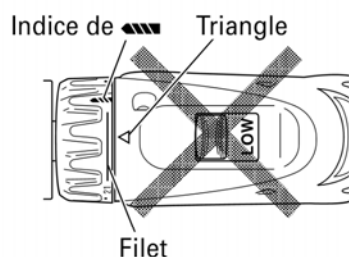

Fig. 10
- N'utilisez pas l'outil avec le sélecteur de débrayage positionné entre le chiffre "21" et la ligne au centre du symbole du foret "▲", vous risqueriez de l'endommager (Voir Fig. 10).